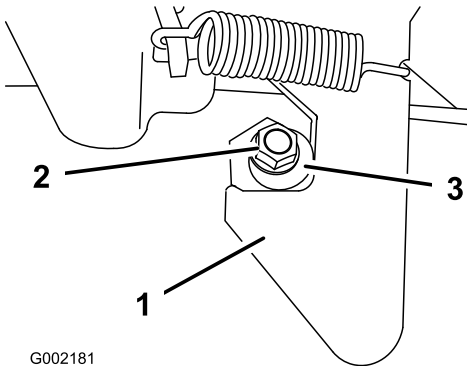

Figura 20
1. Afloje la tuerca del extremo del tope del enganche (Figura 20).
2. Gire el tope en sentido horario hasta que quede apretado contra el enganche, luego apriete la tuerca (Figura 20).